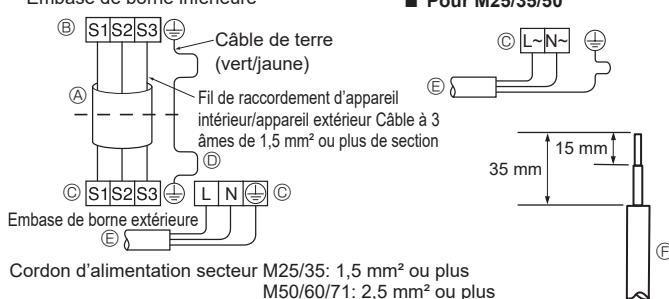
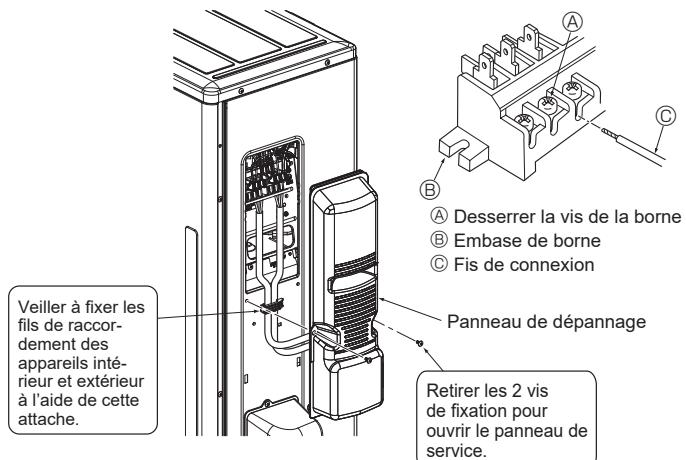

**Fig. 6-1**
Fig. 6-5
### 6.1. Appareil extérieur (Fig. 6-1, Fig. 6-2, Fig. 6-3, Fig. 6-4, Fig. 6-5)
- ① Déposez le panneau de service.
- ② Raccordez les câbles conformément aux Fig. 6-1, Fig. 6-2, Fig. 6-3, Fig. 6-4 et Fig. 6-5.